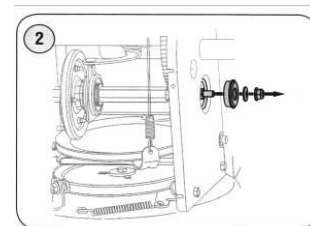

Рис. 20
2. Осторожно открутите шестигранную гайку и снимите шайбу, которые крепят вал к корпусу машины и слегка постучите по краю вала, чтобы выбить подшипник с правой стороны корпуса (см. рис. 20).